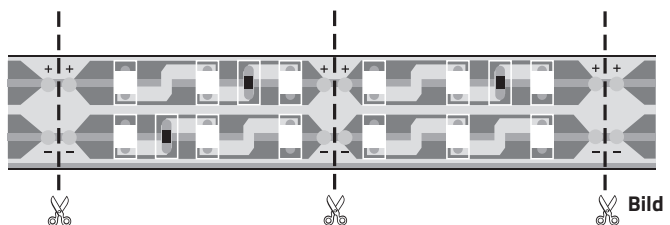

Bild 1
2. LED-Platine, falls erforderlich, kürzen (Bild 1).
LED-Platinen können jeweils nach **drei** LEDs (pro Reihe) bzw. jeweils nach 2,5 cm getrennt werden (Bild 1).